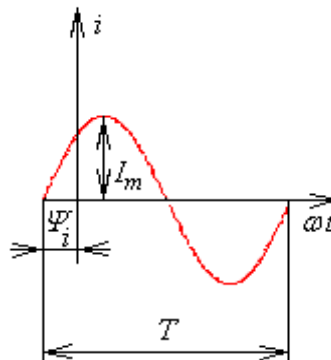

Рис. 11. Мгновенное значение тока
*Переменным током* (напряжением, ЭДС) называют переменный периодический ток (напряжение, ЭДС), изменяющейся во времени по синусоидальному закону (рис. 11). Рассмотрим основные величины, их характеризующие: